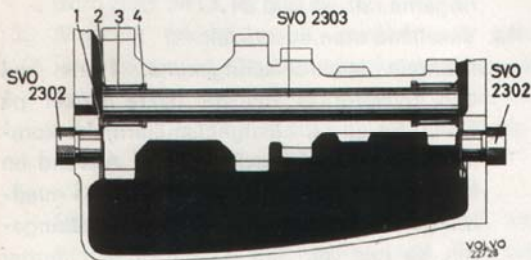

Bild 36. Montering av mellanhjul.
3. Fäst brickorna vid huset med t.ex. fett. Styr upp dem med dornar SVO 2302, se bild 36. Lägg ned mellanhjulet i botten på huset.